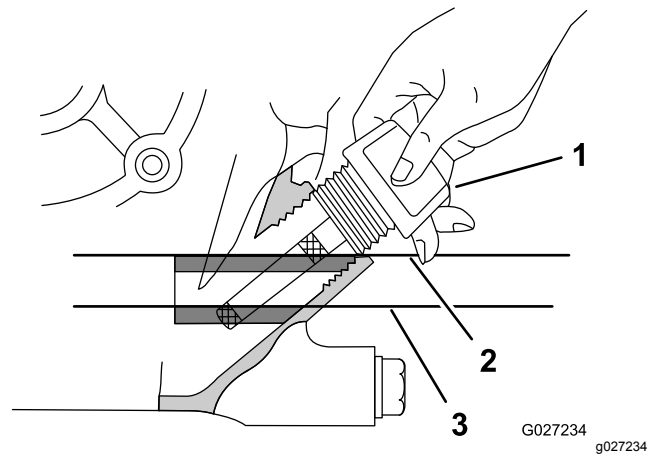

図 17
3. 図 17 のようにディップスティックをエンジンに差し込む。
6. ディップスティックを取り付けて手締めする(図 17)。